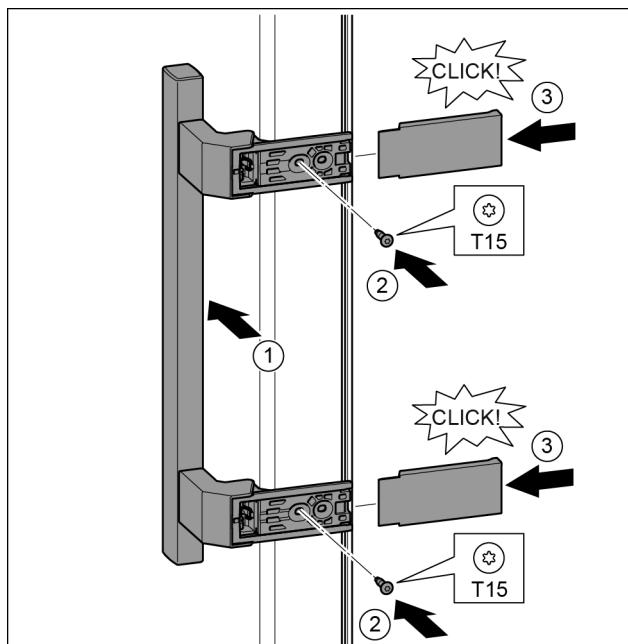

Fig. 34
- ▶ 将把手放到反面。Fig. 34 (1)
- ▶ 用 T15 螺丝刀拧紧螺钉。Fig. 34 (2)
- ▶ 将盖板放置到侧面并插入。Fig. 34 (3)